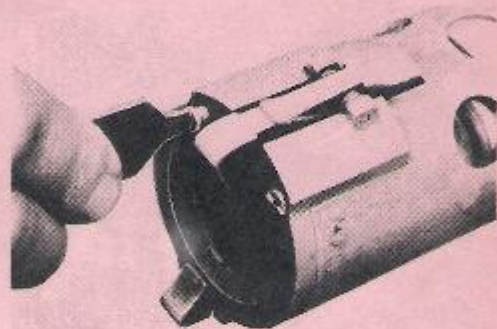

Fig. 1 - Montagem dos ALVÉOLOS no PORTA-ALVÉOLOS
Este Lança-Foguetes não tem operações de manutenção a nível de 1^o. escalão, a não ser a substituição dos ALVÉOLOS, que são os dois contactos eléctricos situados na parte de trás do Lança-Foguetes, (ver fig.1) e a limpeza do tubo.
- 1.2. Desapertar, com a chave fornecida, os ALVÉOLOS a substituir, retirando-os. (Ver fig.1).